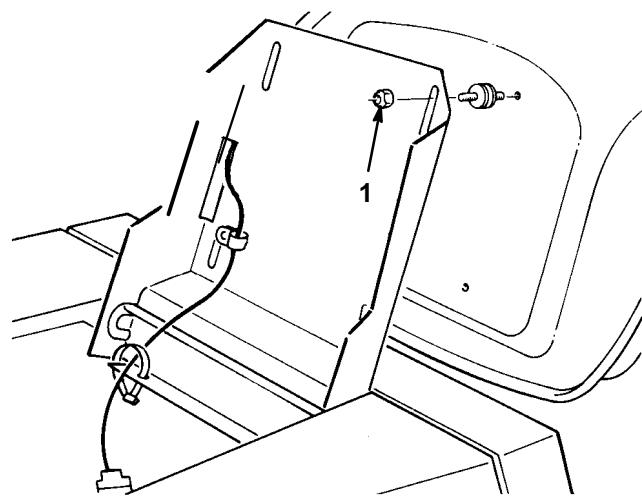

Figure 13
1. Basculer le siège et desserrer les écrous de blocage (Fig. 13).